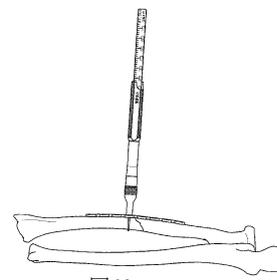

図20
- 4) 3.5 コーティカル用デプスゲージの先端フックを反対側皮質に引っ掛け、スケールを読み取ります。(図20)